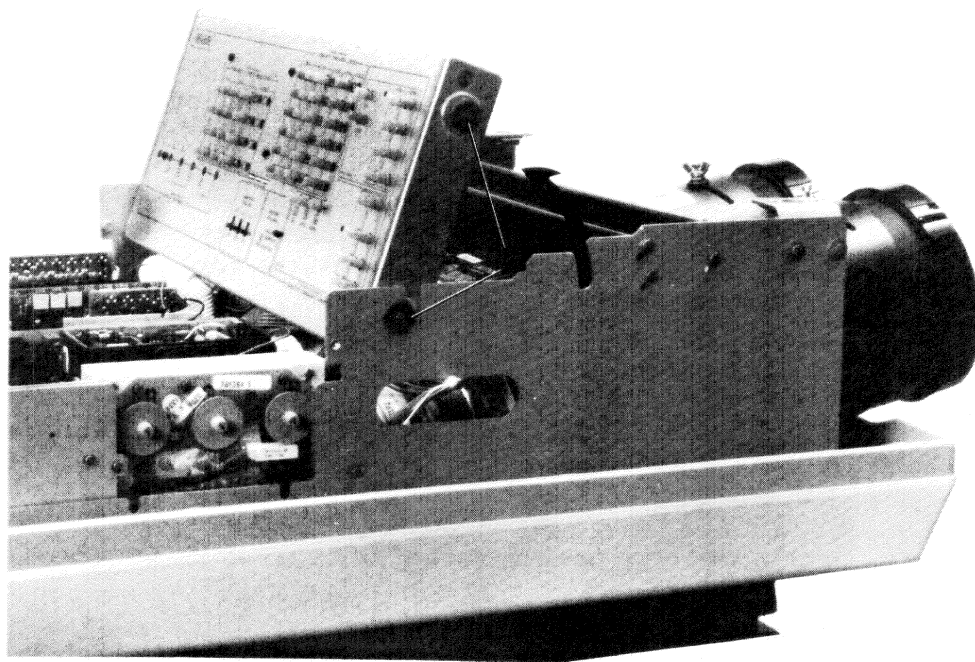

Fig. 3
- * Draai de convergentie zoals in fig. 3.